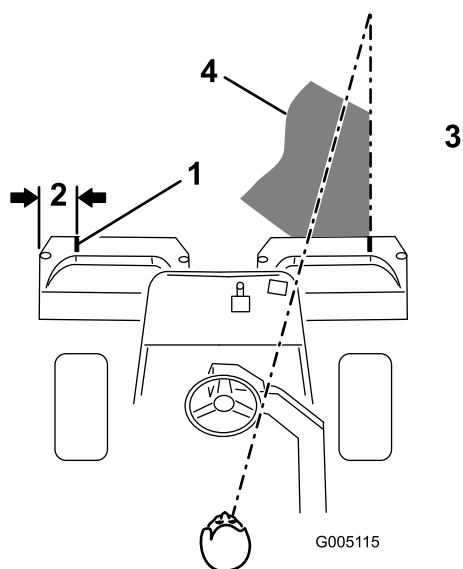

Figura 9
2. Applicare una striscia adesiva bianca, oppure tracciate una linea con della vernice bianca, su ciascun cestello, parallela al bordo esterno del cestello stesso (Figura 9).